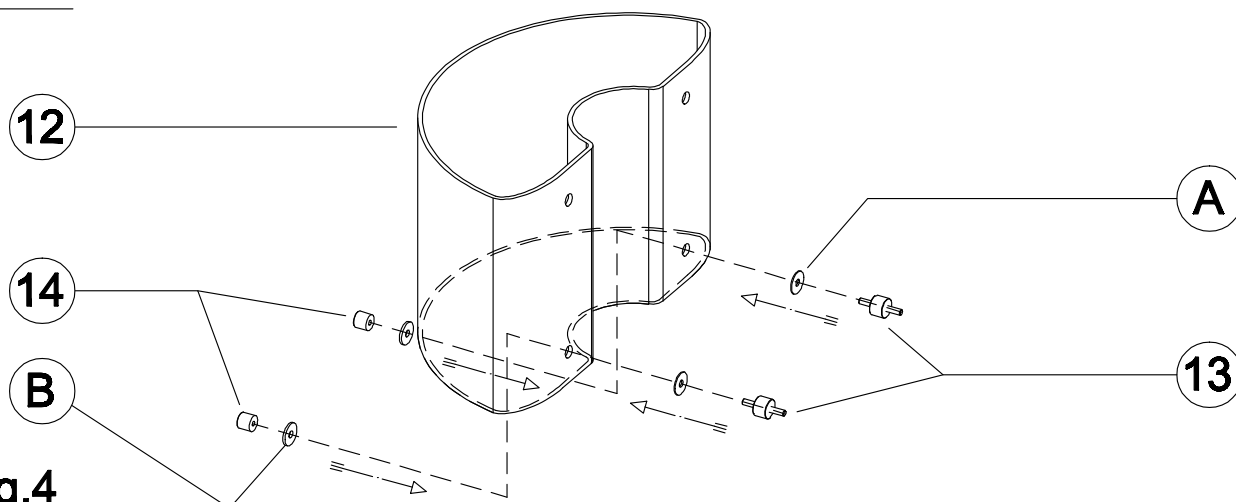

fig.5
- 2 Infilare il vetro (12) appena assemblato nei perni (15), presenti nella montatura portalampade, interponendovi le rondelle di tipo "A", procedendo con le rondelle di tipo "B" e fissando il tutto avvitandoci i particolari (14), come indicato in fig.5 - Tav.2.